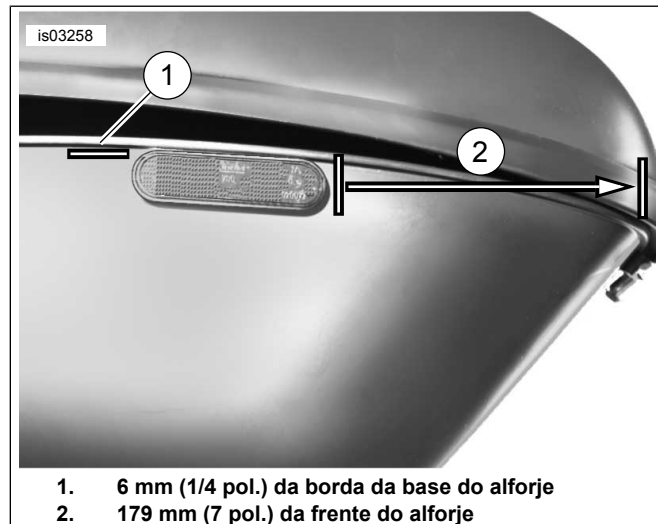

Figura 15. Instalação do refletor no alforje
1. Veja a Figura 15. Posicione o refletor a aproximadamente 179 mm (7 pol.) da frente do alforje e 6 mm (1/4 pol.) da borda da base do alforje.